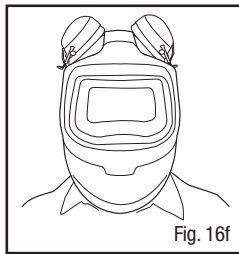

Fig. 16f
- **Parked (en reposo):** Las copas pueden rotarse hacia fuera sobre el casco (Fig. 16f), sólo si el armazón del casco está limpio y libre de contaminación. Debe asegurarse de que las almohadillas estén limpias.